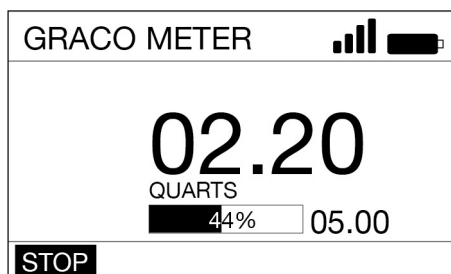

Fig. 34
3. Utiliser la flèche **DROITE** ou **GAUCHE** pour sélectionner **ARRÊT (J)** (Fig. 34). Appuyer sur la touche **ENTRÉE**.